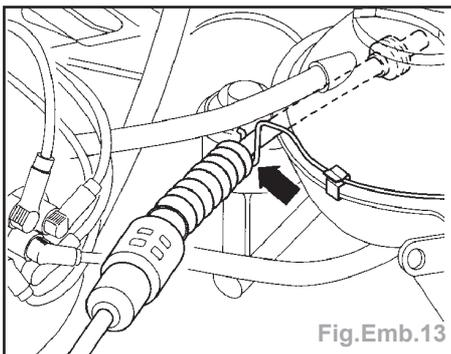
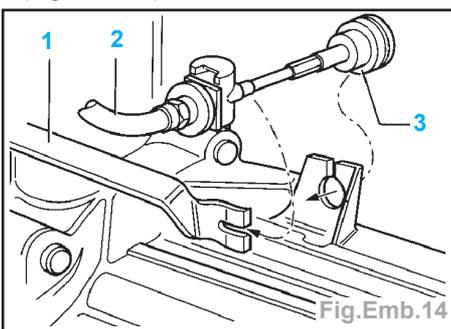

Fig.Emb.13
Fig.Emb.14
- Extraire le câble de débrayage de ses fixations (flèche) et le retirer (Fig.Emb.13).
- Accrocher le câble de débrayage sur le levier de débrayage comme suit (Fig.Emb.14) :
- emboîter la butée en caoutchouc (3) dans le logement du carter du changement de vitesses,
- tirer sur la gaine (2) dans le sens de marche du véhicule et emboîter le câble de débrayage dans le logement du levier de débrayage (1).
- Accrocher le câble de débrayage sur le support (Fig.Emb.13).
- tirer sur la gaine (2) dans le sens de marche du véhicule et emboîter le câble de débrayage dans le logement du levier de débrayage (1),